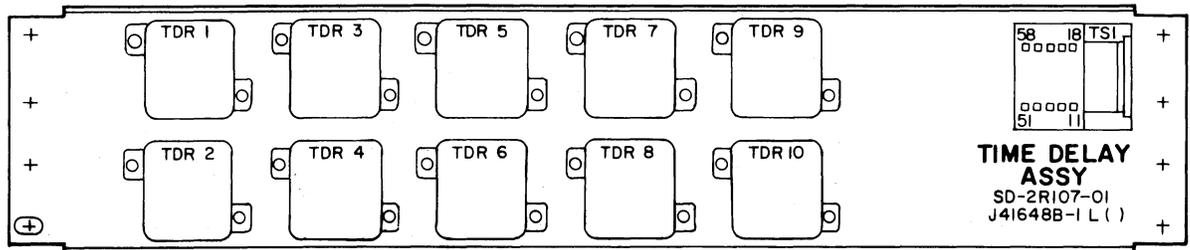

Fig. 3—J41648B
**J41648B—AT&T Co Std—Time Delay Relay Assembly (See Fig. 3)**